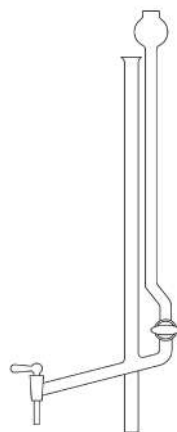

Рис. 170. Бюретка Банга
1. **Бюретка Банга** (рис.170) отличается простой конструкцией, позволяющей быстро ее заполнять. К основному корпусу припаяна боковая трубка с резервуаром для стандартного раствора вверх. Трубка соединяется с бюреткой внизу, перед краном. Заполнение осуществляется при закрытом кране. Открытый верхний конец бюретки прикрывают от пыли перевернутым химическим стаканом.